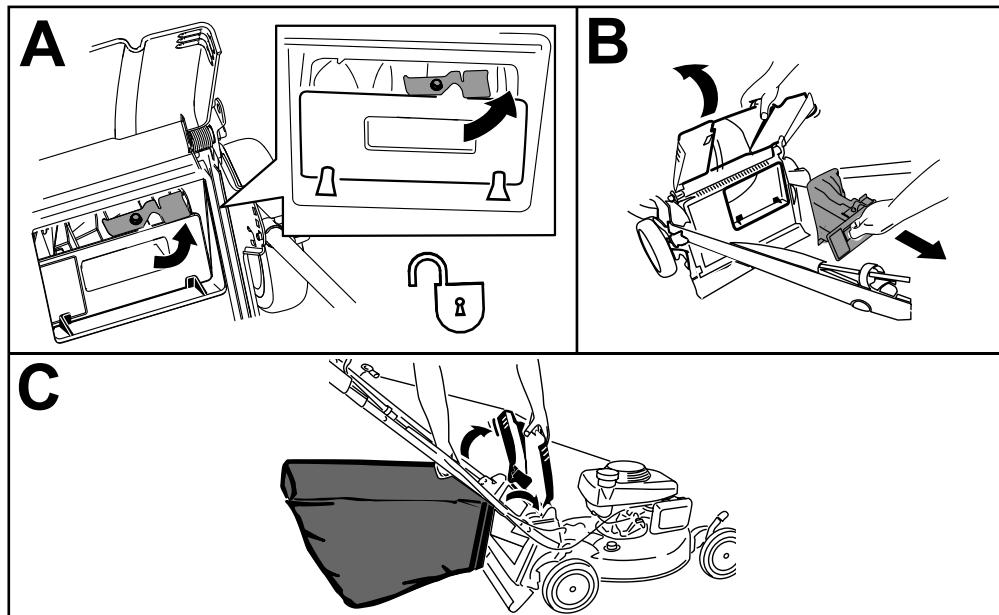

Figura 22
**Nota:** Para desbloquear el tapón trasero, gire la palanca del tapón a la derecha (Figura 22).
1. Levante y sujeté el deflector trasero y desbloquee el tapón trasero (Figura 22, A).
2. Extraiga el tapón trasero (Figura 22, B).
3. Cuelgue el borde superior delantero de la bolsa de los pasadores situados en las muescas de los soportes del manillar (Figura 22, C).